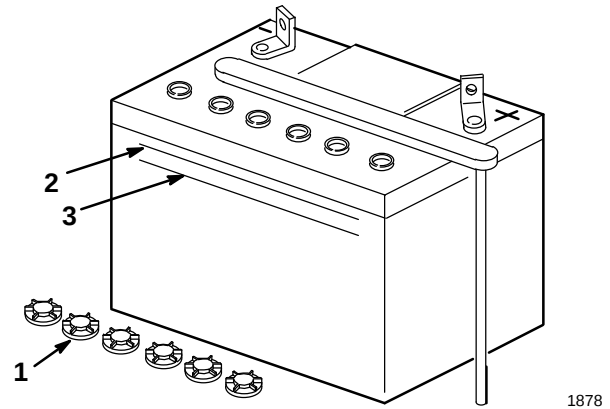

Figure 23
2. Regarder la batterie de côté. Le niveau de l'électrolyte doit arriver au repère "MAXI" ("UPPER", Fig. 23). Ne pas laisser l'électrolyte descendre en dessous du repère "MINI" ("LOWER", Fig. 23).
2. Dévisser les bouchons de remplissage (Fig. 23).
3. Verser lentement de l'eau distillée dans chaque élément jusqu'au repère "MAXI" (Fig. 23) sur le côté de la batterie.